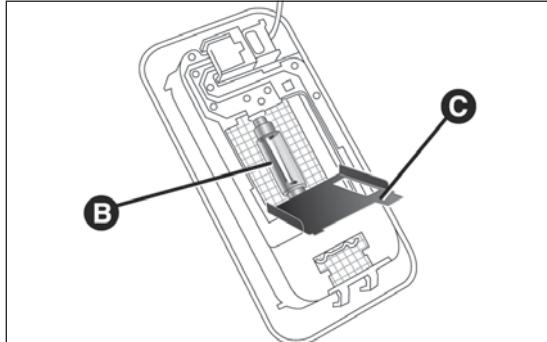

fig. 43
- aprire lo sportellino C fig. 43 e sostituire la lampada B, svincolandola dai contatti laterali;